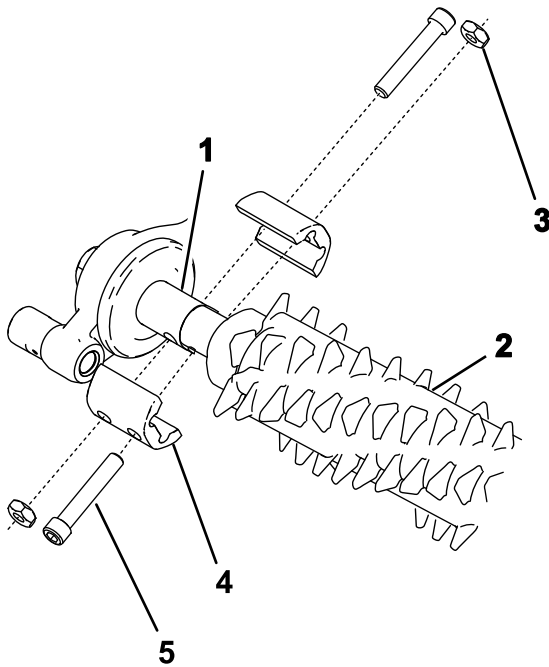

图15
2. 将疏草刀组件与疏草刀驱动箱驱动短轴和总轮总成对齐（图15）。
3. 如图15所示，用 4 个螺栓（1/4 x 1 1/2 英寸）、4 个锁紧螺母和 4 个轴夹将疏草刀固定到机器。